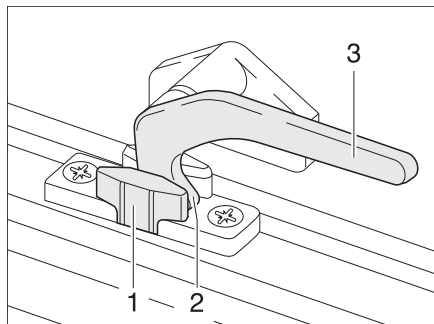

Bild 8 Verriegelungshebel in Stellung "Dauerbelüftung"
- in Stellung "Dauerbelüftung" (Bild 8)
- Den Verriegelungshebel (Bild 8,3) eine viertel Umdrehung zur Fenstermitte hin drehen.
- Den Verriegelungshebel wieder zurückdrehen. Die Verriegelungsnase (Bild 8,2) dabei in die Aussparung der Fensterverriegelung (Bild 8,1) einfahren.